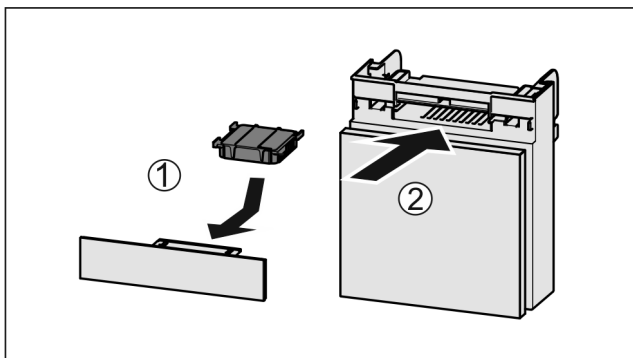

Fig. 42
- ▶ Вставити фільтр з активованого вугілля за малюнком Fig. 42 (1).
- ▶ Вставити відділення Fig. 42 (2).